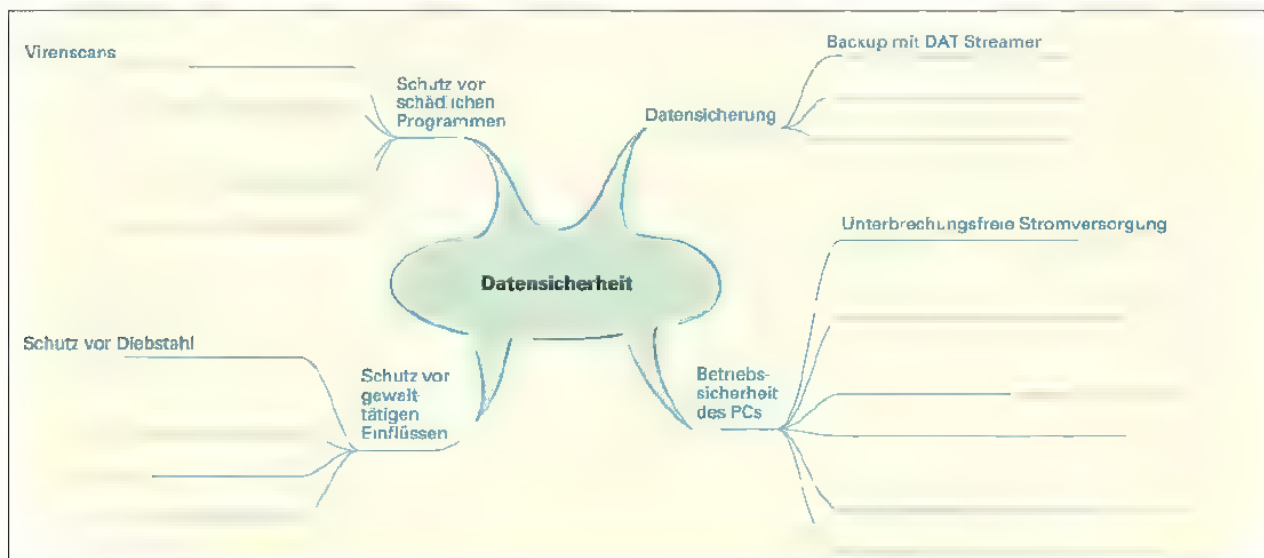

Bild 2: Herstellen von Datensicherheit
2. Ergänzen Sie die Mindmap (Bild 2) mit Inhalten zum Thema Datensicherheit.